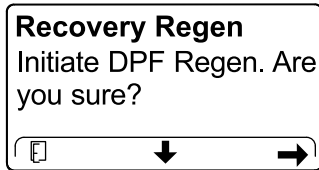

Рисунок 54
4. На экране INITIATE DPF REGEN (НАЧАЛО РЕГЕНЕРАЦИИ DPF) нажмите правую кнопку, чтобы продолжить (Рисунок 54).